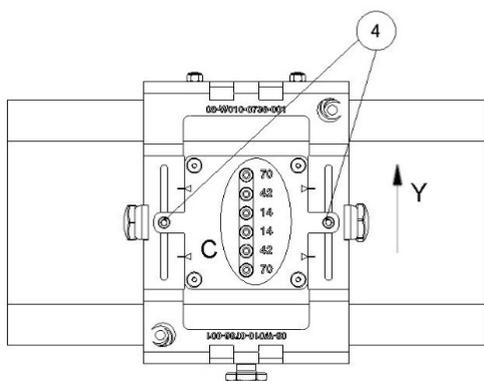
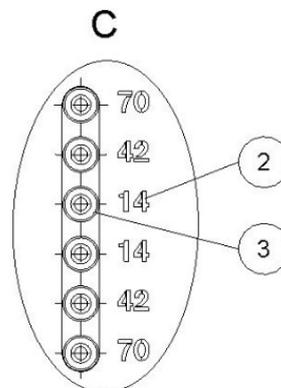

Abb. 39: Bohrungsabstand der Buchsen
Abb. 40: Bohrungsabstand der Buchsen (Detail C)
Über die Buchsenreihe (1) werden die Bohrungen für die Schienenhalter platziert. Die Buchsenreihe für die Schienenhalter ist mit Markierungen (2 und 3 siehe Abb. 39 und Abb. 40) versehen, die den Bohrungsabstand der Schienenhalter ergeben (Detail C). Der Bohrungsabstand ist dabei abhängig von der Polzahl. Die Lage der Bohrungen kann in y-Richtung über die Langlöcher (4) eingestellt werden.